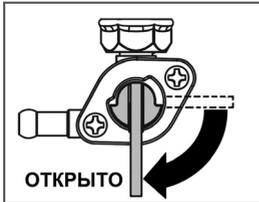

Рис. 12 Рычаг топливного крана
3. Откройте топливный кран переводом рычага в вертикальное положение (Рис. 12).
В процессе работы генератора при температуре окружающей среды ниже  $-10^{\circ}\text{C}$  в трубке 1 системы вентиляции картера происходит образование конденсата и его замерзание (Рис. 12). Это приводит к повышению давления в картере двигателя и выдавливанию моторного масла через сальники и прокладки, в результате чего происходит выход двигателя из строя из-за недостаточной смазки. Проверяйте трубку 1 системы вентиляции картера на наличие ледяной пробки каждые 30 минут или чаще (Рис. 14).